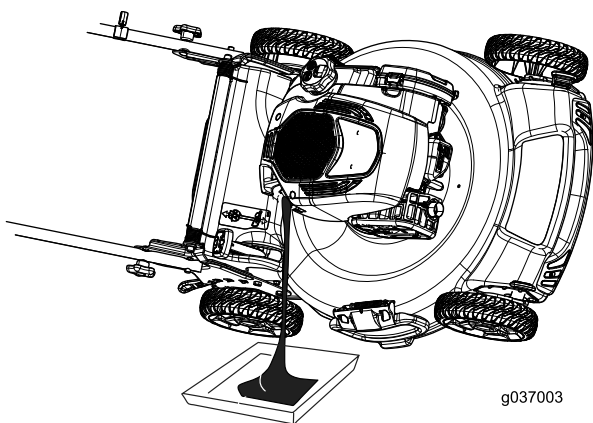

Figure 30
4. Basculez la machine sur le côté (filtre à air en haut) pour vidanger l'huile usagée par le tube de remplissage (Figure 30).